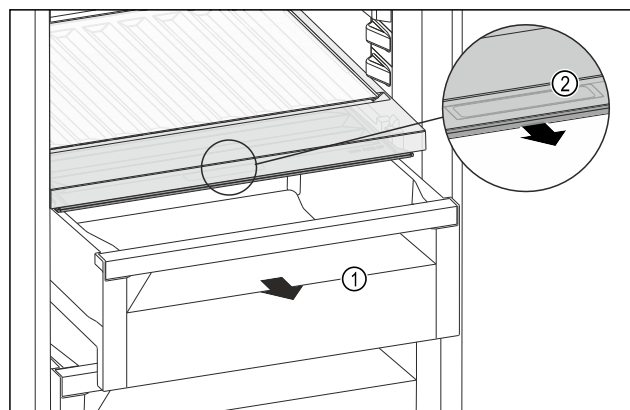

Fig. 158
- Retirer le tiroir Fig. 158 (1).
- Saisir la poignée encastée Fig. 158 (2) du couvercle du compartiment et tirer le couvercle du compartiment par l'avant.